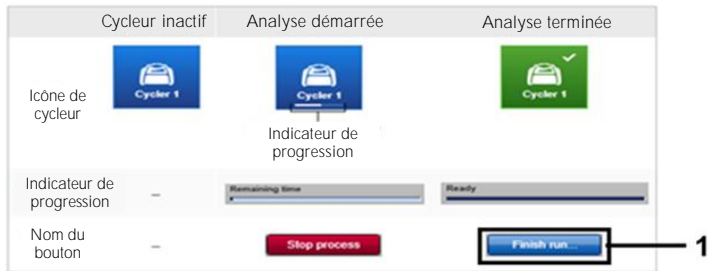

Figure 14. **Fin d'une analyse.** 1 = « Finish run » (Terminer l'analyse).
- Une fois l'analyse terminée, cliquez sur « Finish run » (Terminer l'analyse) et la boîte de dialogue « Finish run » (Terminer l'analyse) s'affichera (Figure 14).